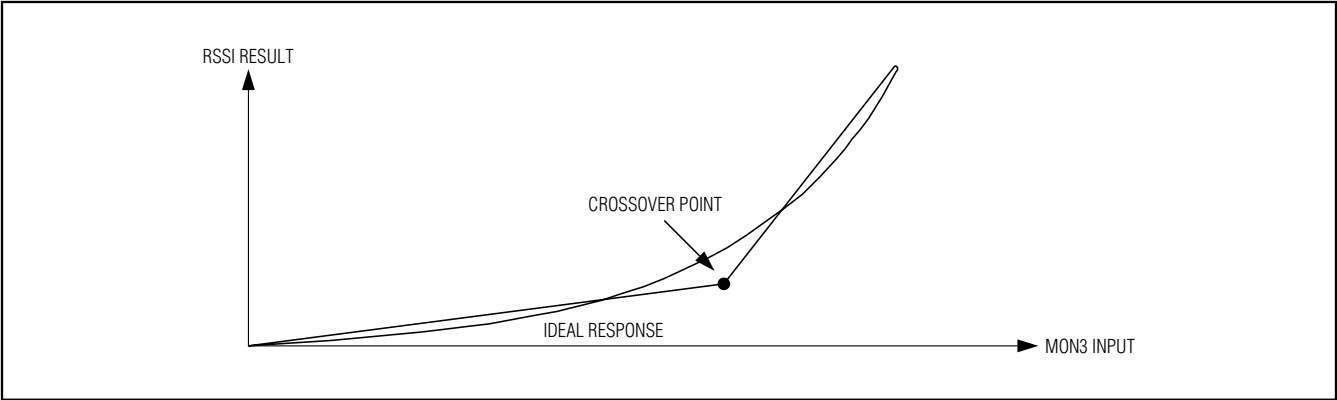

图8. 交越使能时的RSSI
- **交越使能：**对于ADC输入和ADC结果之间存在非线性的系统，应将模式设为交越使能(图8)。APD接收器的RSSI测量即是这种类型的应用。采用交越使能模式可以实现APD增益的分段线性逼近，以修正非线性响应。交越点即为精测范围与粗测范围之间的点。ADC结果在精测和粗测范围切换时不存在滞回。右移、斜率调整和失调均可针对精测和粗测范围进行设置。XOVER FINE寄存器用于确定右移之前的精测ADC转换结果的最大值，XOVER COARSE寄存器用于确定右移之前粗测ADC转换结果的最小值。